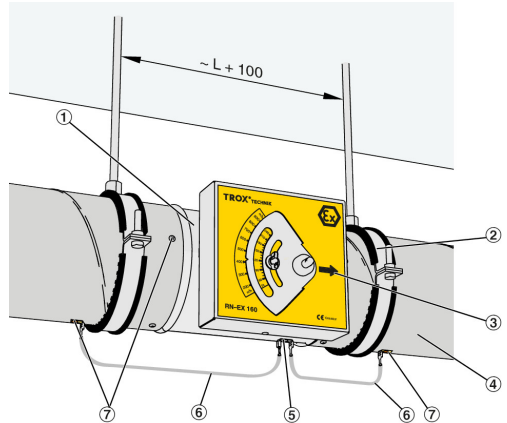

Abb. 4: RN-Ex.ai, 2
1. ▶ Abhängungen (Abb. 4/2) am Einbauort vormontieren, dabei beachten, dass der Abstand der Abhängungen ca.  $L+100$  mm beträgt.
2. ▶ 1. Luftleitung (Abb. 4/4) bis zum Einbauort des Regelgerätes vormontieren.
3. ▶ Anschlussstutzen des Regelgeräts (Abb. 4/1) in die Luftleitung einschieben (Lufrichtungspfeil (Abb. 4/3) beachten).
4. ▶ 2. Luftleitung (Abb. 4/4) auf den Stützen aufschieben.
6. ▶ Regelgerät mit Bohrschrauben oder Nieten (Abb. 4/7) an Luftleitung fixieren.
7. ▶ Potentialausgleich (Abb. 4/5) mit Masseband und Flachstecker (Abb. 4/6) herstellen.
Masseband mit Bohrschraube (Abb. 4/7) an Luftleitung befestigen.